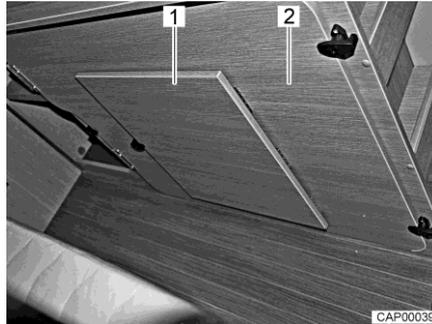

Fig. 44 Planche amovible sur le coffre de banquettes de droite
- Retirer la planche amovible supplémentaire (Fig. 44,2) du coffre de banquettes de droite à l'arrière.
- Déplier le repose-pieds (Fig. 44,1) de la planche amovible.